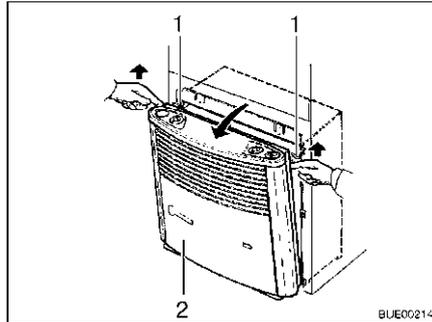

Fig. 124 Rimozione della copertura del riscaldamento
- Rimuovere la copertura del riscaldamento (Fig. 124,2). Tirare verso l'alto, in avanti la copertura, spingere verso l'alto le molle di sostegno (Fig. 124,1) e ribaltare la copertura in avanti.